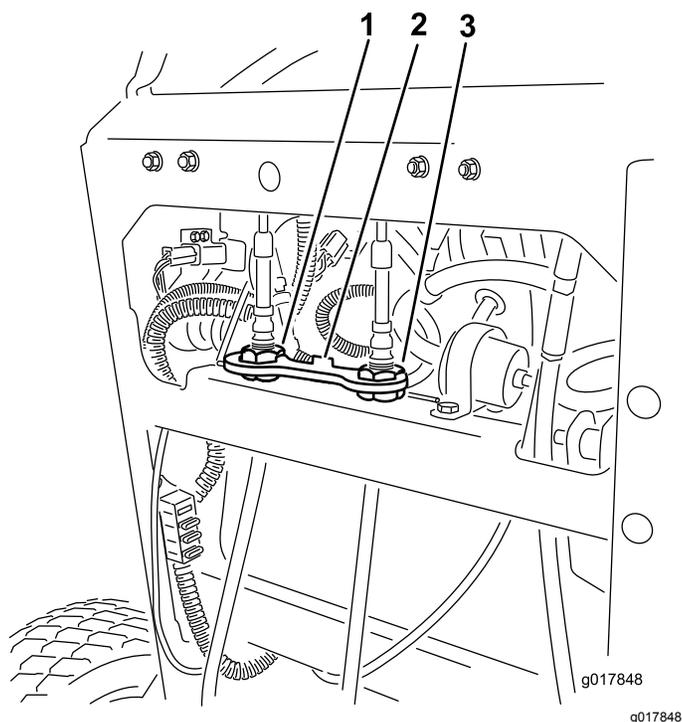

Рисунок 53
4. Поверните регулировочную гайку правого троса так, чтобы расположить правый рычаг управления движением в центре паза фиксации нейтрального положения на панели управления (Рисунок 53).